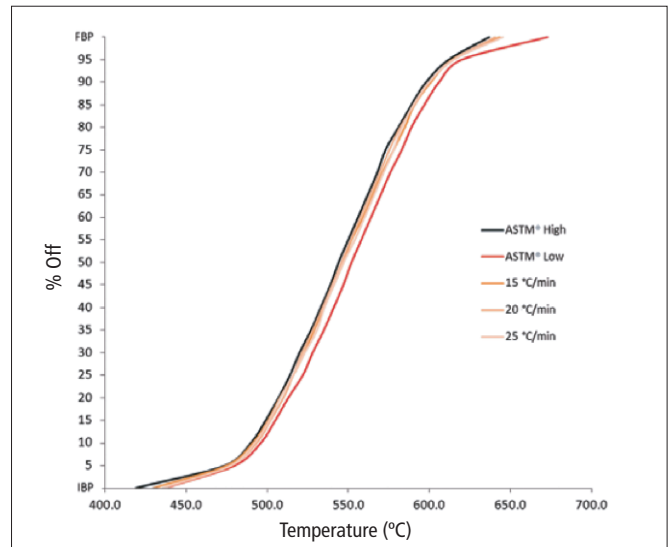

图 5. 在不同柱箱加热升温速率下参比瓦斯油 5010 的沸点范围分布与温度曲线。
我们可以看到，即便 15°C /min 至 25°C /min 的升温速率依然处于 ASTM® 方法规定的限度之内 (图 5)。如果 GC 烘箱升温速率超过 25°C /min，曲线会下降超出 ASTM® 的限度，不符合规定质量控制 (QC) 要求。